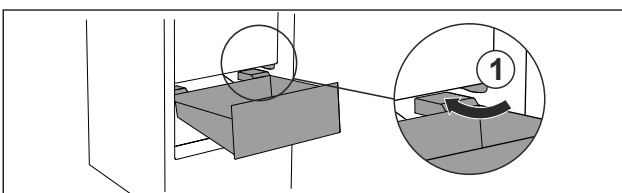

Fig. 137
- ▶ Обвести висувний ящик навскіс навколо стопора Fig. 137 (1).